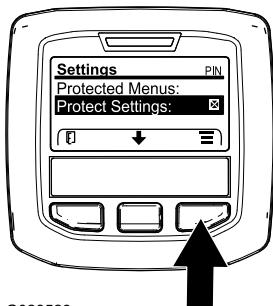

Figure 26
- Dans le MENU PRINCIPAL, appuyez sur le bouton central pour naviguer jusqu'au menu RÉGLAGES, puis appuyez sur le bouton droit (Figure 26).